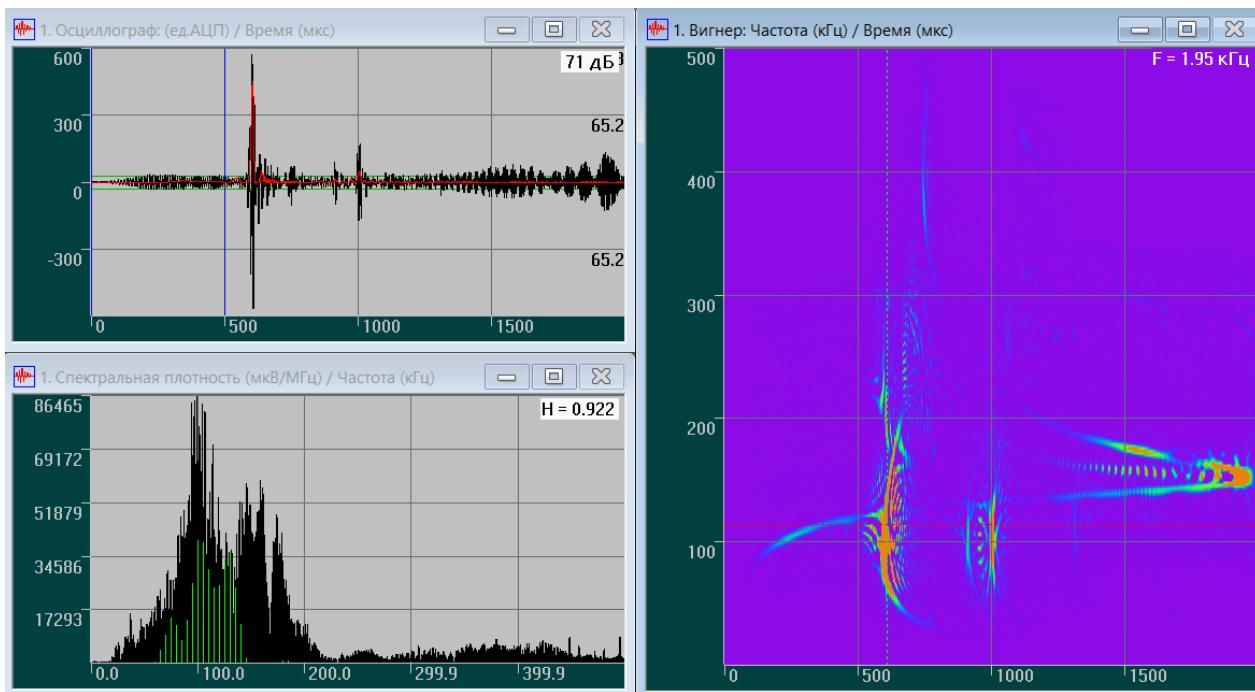

Рис. 17.4. Сечения спектограммы
- ◊ Для просмотра полученных сечений необходимо подвести курсор мыши к полю соответствующего окна, нажать правую кнопку мыши и вызвать контекстное меню, в котором выбрать команду **Показать сечения**. Эта команда доступна только в том случае, когда заданы параметры сечений в диалоговом окне **Настройка сечений**. После этого на осциллографе и спектре будут показаны соответствующие сечения (рис. 17.4).